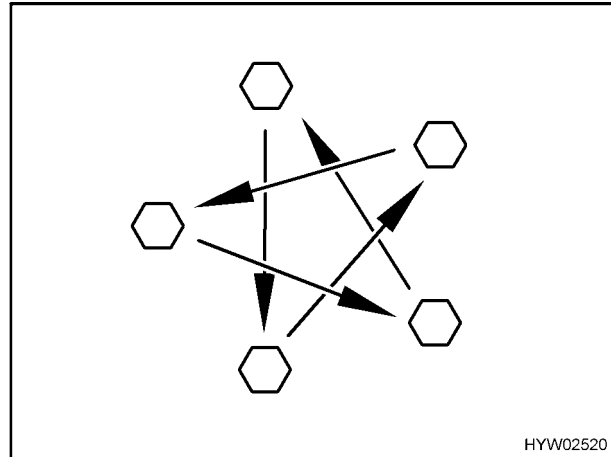

Bild 185 Radmuttern oder Radschrauben über Kreuz anziehen
- Radmuttern oder Radschrauben regelmäßig auf festen Sitz prüfen. Radmuttern oder Radschrauben eines ausgewechselten Rades nach 50 km über Kreuz nachziehen (Bild 185). Anziehdrehmoment siehe Abschnitt Anziehdrehmoment.
- ▶ Radmuttern oder Radschrauben über Kreuz anziehen (Bild 185). Anziehdrehmoment siehe Abschnitt Anziehdrehmoment.